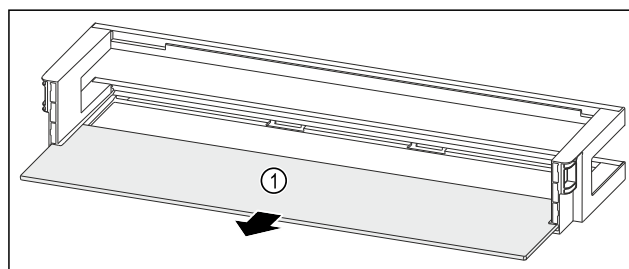

Fig. 229 Balconcino controporta con ripiano
- Rimuovere il ripiano Fig. 229 (1).